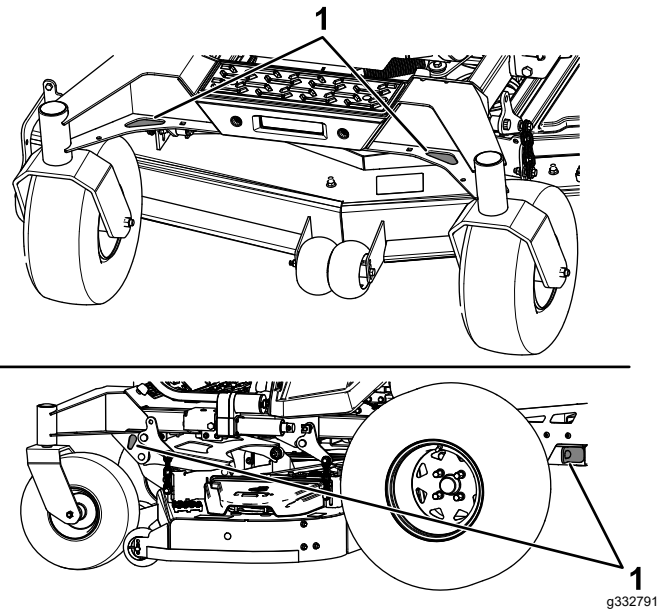

Figura 37
6. Ancorate la macchina in prossimità delle ruote orientabili anteriori e del telaio posteriore con cinghie, catene, cavi o corde (Figura 37). Fate riferimento ai regolamenti locali per i requisiti di ancoraggio.